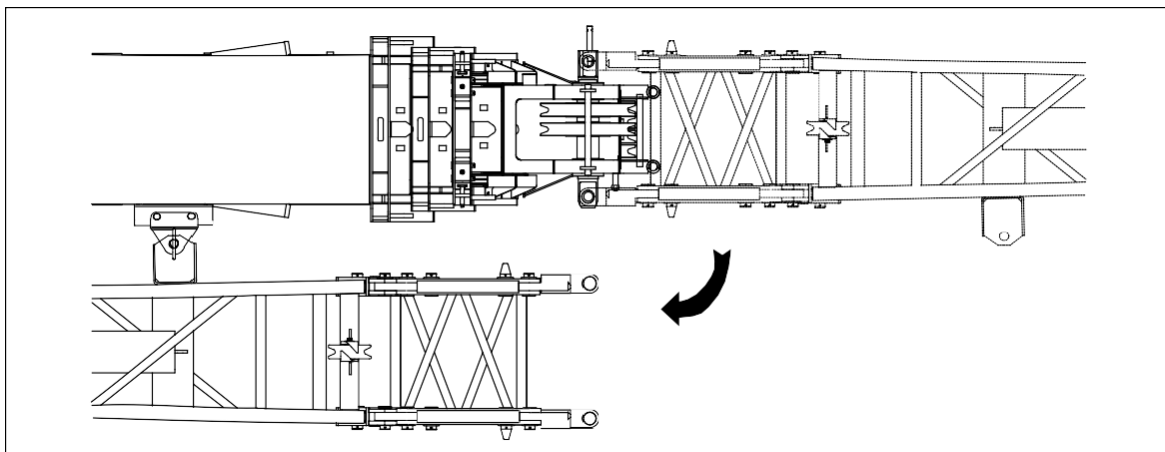

Figura 7-50 Acople o braço à Lateral da Lança
- Quando não for necessário utilizar a roldana de içamento auxiliar, verifique se ela está acoplada à lateral da lança. Você não pode usar a roldana de içamento auxiliar quando o braço estiver conectada à frente da lança. Consulte a figura 7-50.